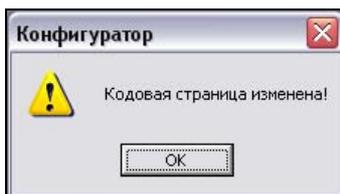

Рис. 5.36. Кодовая страница изменена
6. После того, как будут перестроены индексы таблиц базы данных, будет выдано сообщение (рис. 5.36).